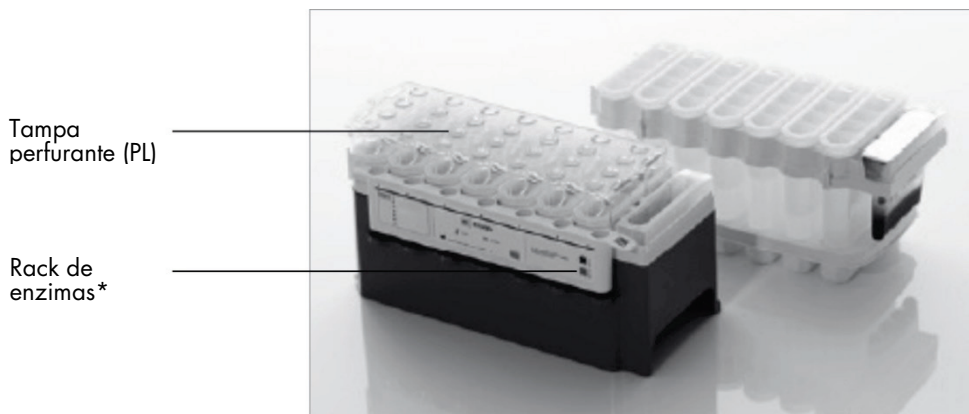

Figura 3. Configuração simples da mesa de trabalho com cartuchos de reagentes (RC). * O QIASymphony DSP HPV Media Kit não inclui ou precisa de um rack de enzimas.
Antes de iniciar o procedimento, verifique se todas as partículas magnéticas estão completa e novamente suspensas. Remova o reservatório de partículas magnéticas da armação do cartucho de reagentes, inverta-o até que todas as partículas magnéticas tenham sido suspensas novamente de forma homogênea (não agite em vórtex), e substitua-o com a armação do cartucho de reagentes antes do primeiro uso. Coloque o cartucho de reagentes (RC) no respectivo suporte de cartucho. Antes de usar um cartucho de reagentes (RC) pela primeira vez, coloque a tampa perfurante (PL) no topo do cartucho (Figura 3).